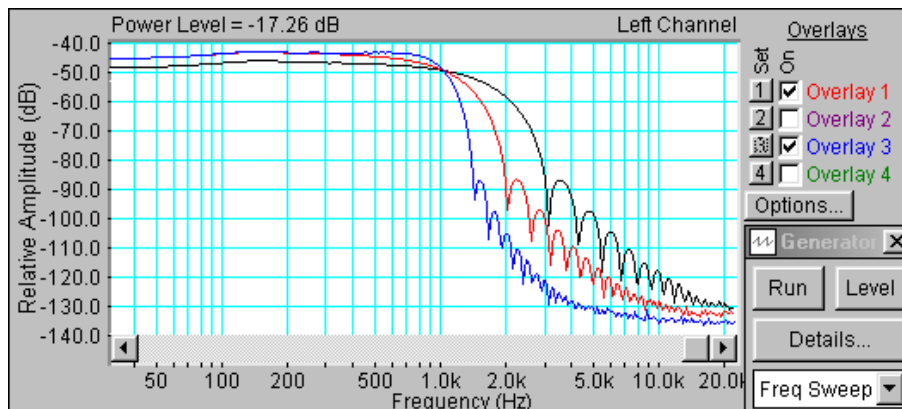

Рис.8.7. АЧХ фильтра низких частот с различной крутизной спада
- Скопируйте график АЧХ фильтра низких частот (рис.8.7) в файл вашего отчета.